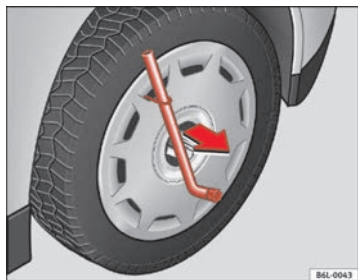

Abb. 131 Die Radvollblende vom Rad abnehmen
- Die Radvollblende mit dem Drahhaken abnehmen ⇒ Abb. 131.